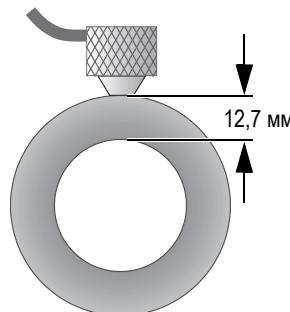

Рис. 5-11 Установка раздельно-совмещенного ПЭП на поверхности образца
- Немного нажимая на преобразователь, установите его на тестируемый образец и постарайтесь зафиксировать на поверхности материала (см. Рис. 5-11 на стр. 77).